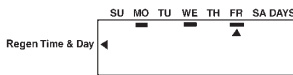

Abb. 15
- 6) Drücken die Taste $\uparrow$ zur Bestätigung. Unter dem Tag erscheint eine Unterstrichung. In den unterstrichenen Tagen wird die Regenerierung durchgeführt (Abb. 15).